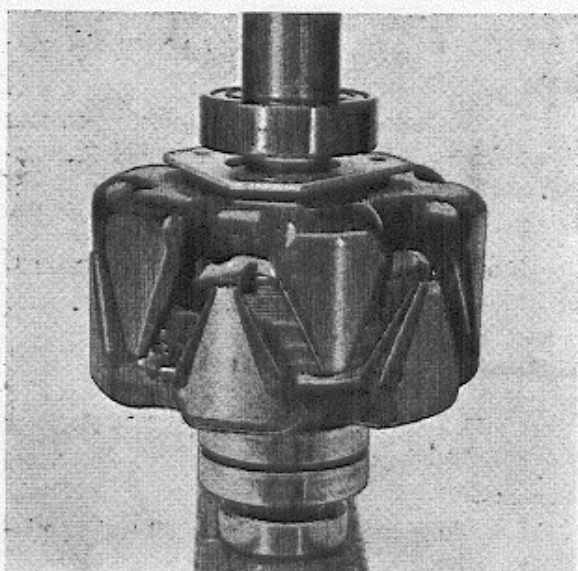

Abb. 3-16 Aufpressen der Lager
2. Vorderes Lager mit einer Preßhülse auf die Welle pressen; Preßdruck auf den Lagerinnenring gerichtet, siehe Abb. 3-16.